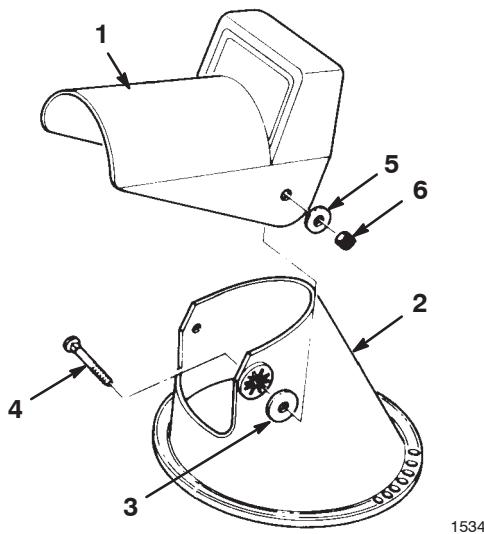

Bild 5
1. Legen Sie das Auswurfablenkblech auf den Auswurfkanal und richten Sie die Befestigungslöcher aus (Bild 5).
2. Legen Sie die Gummischeibe auf jeder Seite zwischen das Auswurfablenkblech und den Auswurfkanal. Behalten Sie die Ausrichtung der Löcher bei (Bild 5).
Hinweis: Achten Sie darauf, dass die rechteckigen Kanten der Schlossschrauben mit dem inneren Rechteck am Auswurfkanal ausgerichtet sind. Die Metallscheiben sollten sich außen am Auswurfablenkblech befinden, wie in Bild 5 dargestellt. **Ziehen Sie die Schrauben nicht zu fest.**